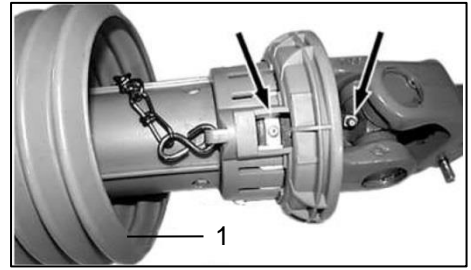

Bild 145: Gelenke und Schutzlager
- Schieben Sie den Schutztrichter (Bild 145 / Pos. 1) zurück.
- Schieben Sie den Schutztrichter (Bild 145 / Pos. 1) wieder auf.